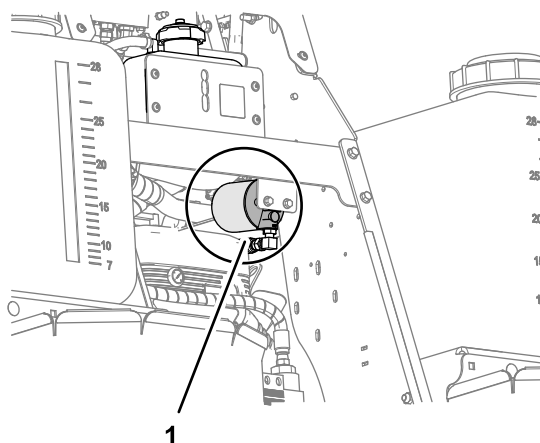

Figura 100
3. Limpie la zona alrededor del filtro hidráulico y el cabezal del filtro (Figura 100).